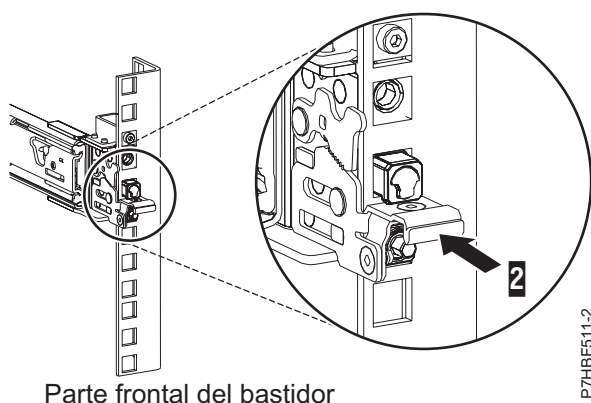

Figura 7. Riel frontal del bastidor con el mecanismo de cierre encajado
5. Empuje el mecanismo de cierre frontal (2) totalmente hacia adentro. Asegúrese de que el mecanismo de cierre esté completamente encajado, tal como se muestra en la Figura 7.